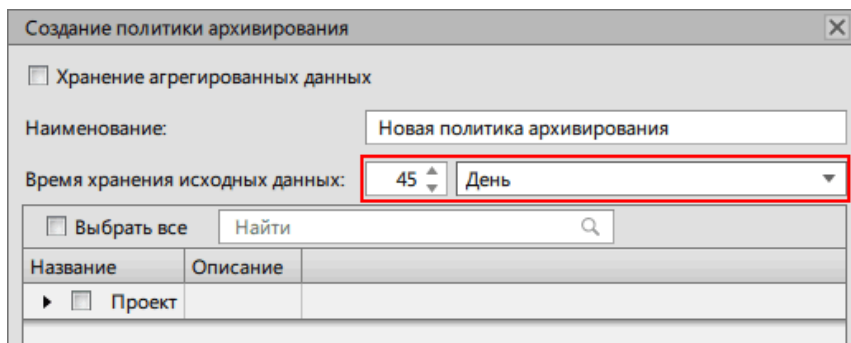

Рисунок 272 - Время хранения исходных данных
- Назначьте **Время хранения исходных данных** (Рисунок 272).